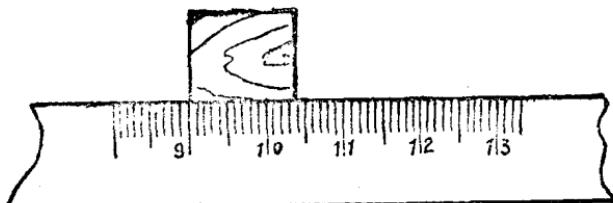

图 1—1
读数时，除要准确读出最小刻度位数外，还要估计下一位数字。如图 1—1，木块的长度为1.35厘米，因为最末一位是估计出来的，因此，也可读作1.36厘米。有的同学只读成
1.3厘米或1.4厘米是不对的。因为他没有估计出下一位数字。又有的同学读成1.355厘米也是不对的，因为我们不可能将一毫米的长度分成100份，并估计出其中的55份。图1—1的测量结果若用米、毫米为单位，则可以分别读成0.0135米或13.5毫米，我们可以看出，每个结果的倒数第二位都是毫米位，所以它们表示相同的精度。因此，在测量中，我们可以任意选用单位表示测量结果。反之，我们可以从测量结果的倒数第二位看出某数据是用什么精度的测量工具测量的。例如，有一个人测一块木板的长度，结果是2.147米，它的倒数第二位是厘米位，所以我们可以确定这个人是用最小刻度为厘米的刻度尺来测量的。